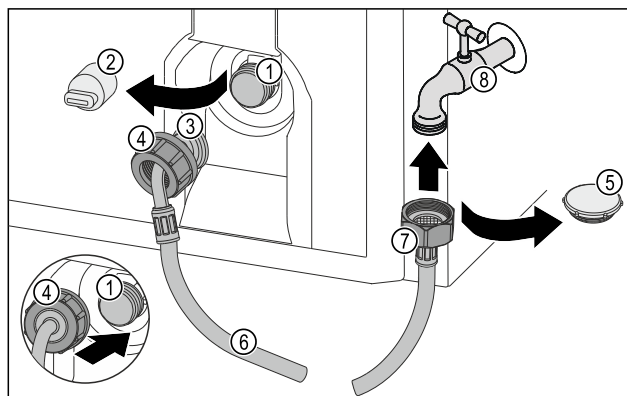

Fig. 45
- ▶ Uzavírací víčko Fig. 45 (5) odstraňte.
- ▶ Rovný konec hadice Fig. 45 (7) připojte k vodovodnímu kohoutku Fig. 45 (8).
- ▶ Utáhněte matici na rovném konci hadice Fig. 45 (7) ve směru hodinových ručiček.